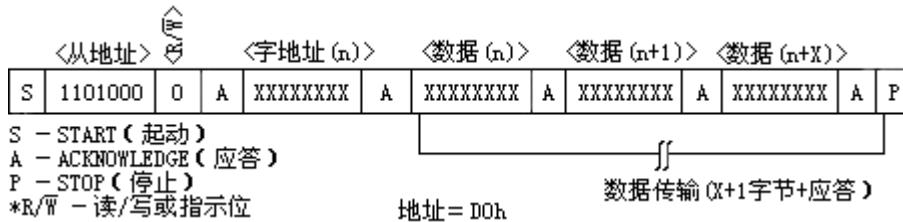

图 6 数据写—从器件接收模式
**1、从接收器模式（写 DS1307 模式）** 器件通过 SDA 和 SCL 接收串行数据和时钟。在接收到每一个字节后，就发送一个应答位，而 START 和 STOP 为串行传递的始末端。在接收到从地址和方向位（见图6）后，硬件自动执行地址识别。在主器件产生起动（START）条件后，DS1307 接收到的第一个字节是地址字节，此地址字节包含有 7 位的 DS1307 地址：1101000，跟随在指示位（R/W）之后（此时为写操作，该位为 0）。在收到并译出地址信息后，器件就在 SDA 线上输出应答位。在 DS1307 识别从地址+写入位后，主器件将发送一个寄存器地址到 DS1307，以此在 DS1307 上设置寄存器指针，之后，主器件将开始发送数据字节（DS1307 在接受完每个字节之后都将返回一个应答位）。所有数据字节传输完成后，主器件将产生一个停止（STOP）条件来中断数据的写入。